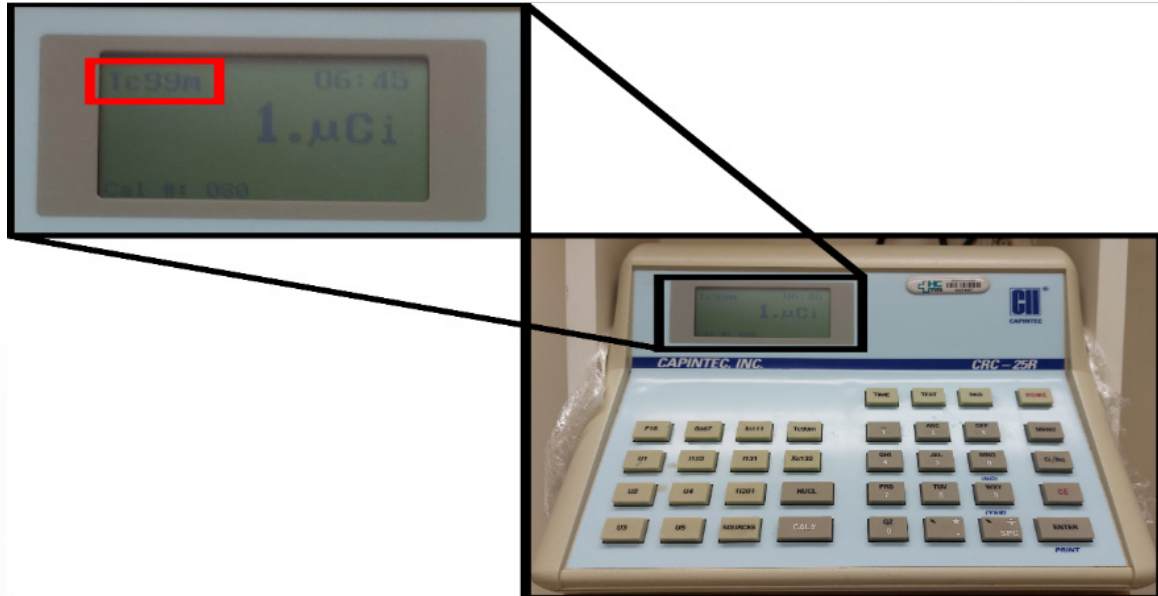

Figura 2 - Verificação de Janela de Operação
4.4. Verificar se o medidor de atividade se encontra na janela do Tc99m, conforme a Figura 2;